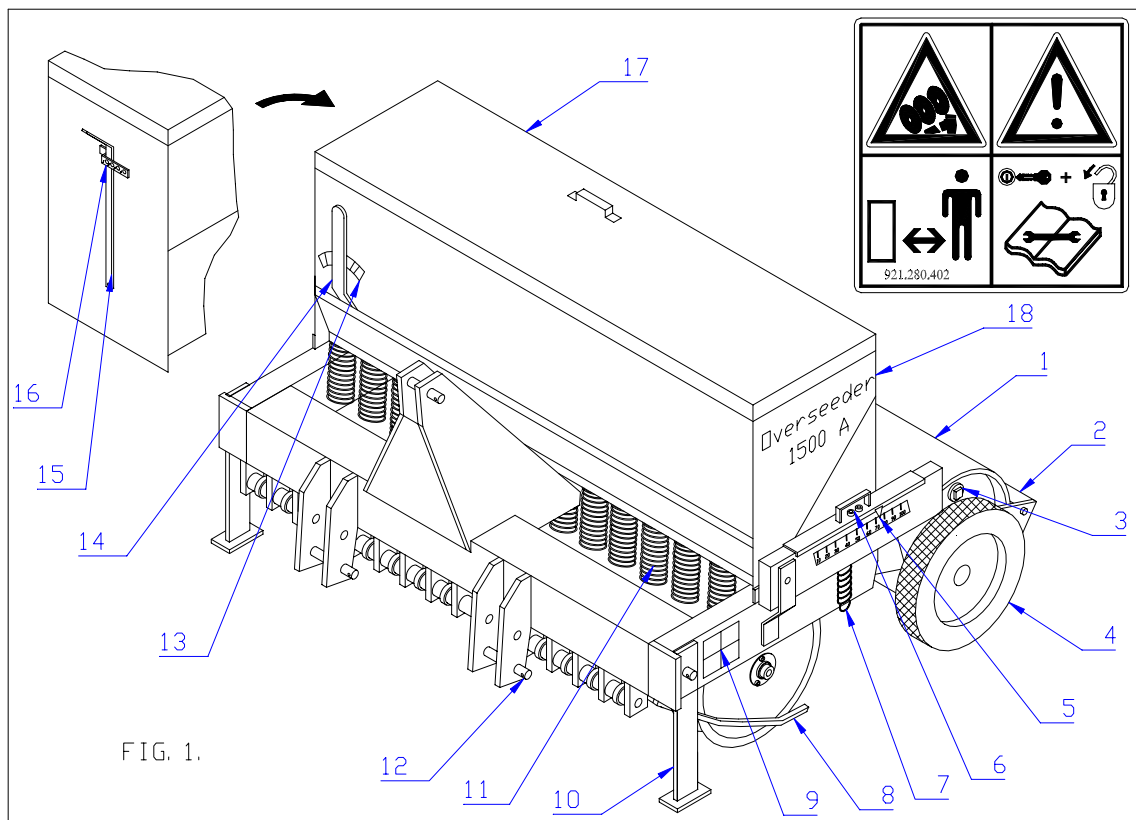

FIG. 1.
Fig. 1 visar några av maskinens huvudkomponenter:
2. Sänk och spärra stödbenen 10 (fig.1).